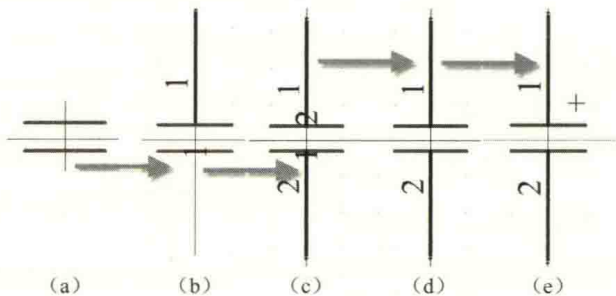

图 3-22 电容的绘制过程
- (1) 执行菜单命令“File-New-Library-Sch Library”，创建一个新的元件库。
- (2) 在元件库面板的元件栏中，单击“Add”按钮，添加一个名称为“CAP”的新元件。
- (3) 执行菜单命令“Place-Line”，放置两条线，代表电容的两极，如图 3-22 (a) 所示。
- (4) 执行菜单命令“Place-Pin”，在放置状态下按“Tab”键，对管脚属性进行设置，管脚名称和管脚序号统一为数字 1 或 2，上下分别放置管脚序号为“1”、“2”的管脚，如图 3-22 (b)、(c) 所示。
- (5) 由于对于这类电容，管脚不需要进行信号识别，对于管脚名称可以双击它，然后把“Display Name”的“Visible”可视选项前的钩去掉，这样可以有更加清晰的显示效果，如图 3-22 (d) 所示。
- (6) 如果想要这个电容有极性，那么可以根据实际的管脚情况，用菜单命令“Place-Line”或者“Place-Text String”绘制极性标识，如图 3-22 (e) 所示。